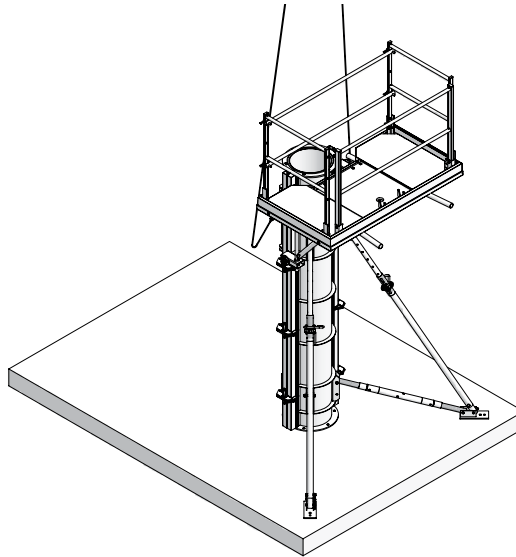

Abb. 15.1
1. Ein 2er-Kranhänge in die nicht abgestützte Halbschale einhängen und spannen. Dann alle Mammut-Schalschlösser entfernen (Abb. 15.1).